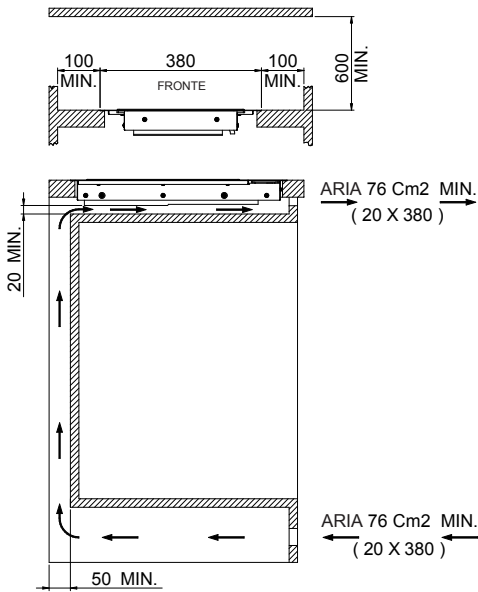

Fig. 3
- prevedere passaggi d'aria come indicato in figura (Fig. 3).